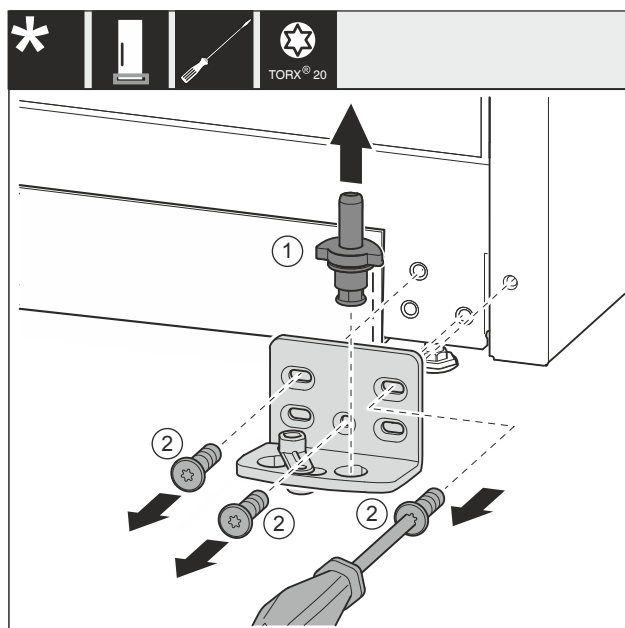

Fig. 33 *
- Tõmmake laagripolt Fig. 33 (1) tervikuna ülespoole välja.*
- Keerake kruvid Fig. 33 (2) kruvikeerajaga välja ja võtke laagripukk maha.*